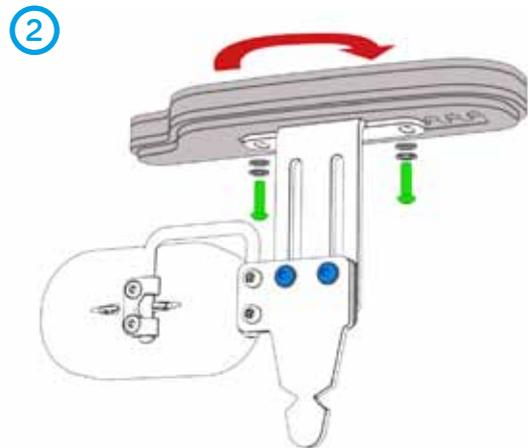

FIG 11
2) Abra la funda de la almohadilla del apoyabrazos y retire los tornillos de montaje del apoyabrazos (FIG. 11) con las arandelas, gire el apoyabrazos de manera que quede orientado hacia adelante y reemplace todos los sujetadores y arandelas en el orden en que se retiraron. Coloque el apoyabrazos en la posición deseada, vuelva a ajustar completamente todos los sujetadores y cierre la funda.